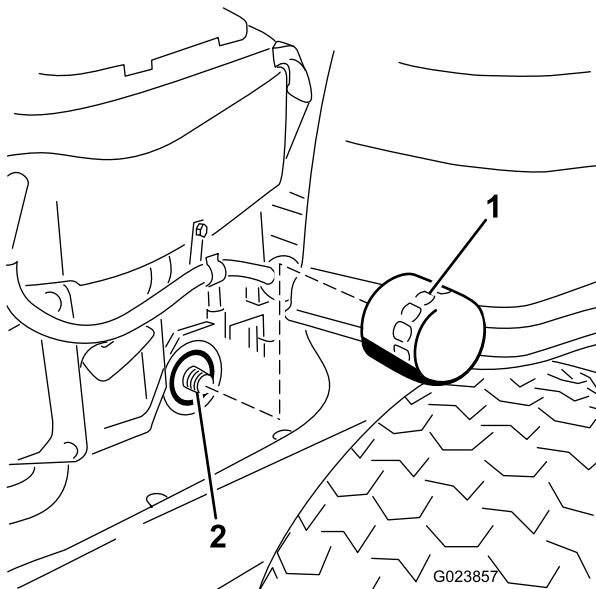

Figura 31
10. Localice el filtro de aceite en el lado derecho del motor, retire el filtro usado y límpie el adaptador del filtro con un trapo limpio (Figura 31).
13. Gire el filtro de aceite en el sentido de las agujas del reloj hasta que la junta de goma entre en contacto con el adaptador, luego apriete el filtro de 3/4 a una vuelta más (Figura 31).